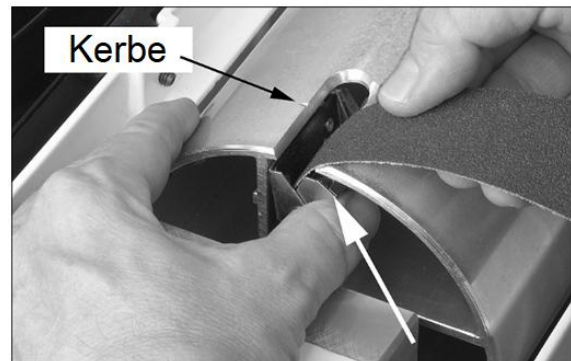

Abbildung 6-4
2. Den Spannhebel (Abb. 6-4) am linken Ende der Trommel drücken und das abgeschrägte Ende des Schleifbands wie in der Abbildung gezeigt durch den Schlitz in die Spannvorrichtung einführen, so weit dass die Streifenbreite der Referenzkerbe entspricht. Dadurch wird sichergestellt dass die richtige Klemmlänge am gegenüberliegenden Trommelende verbleibt.